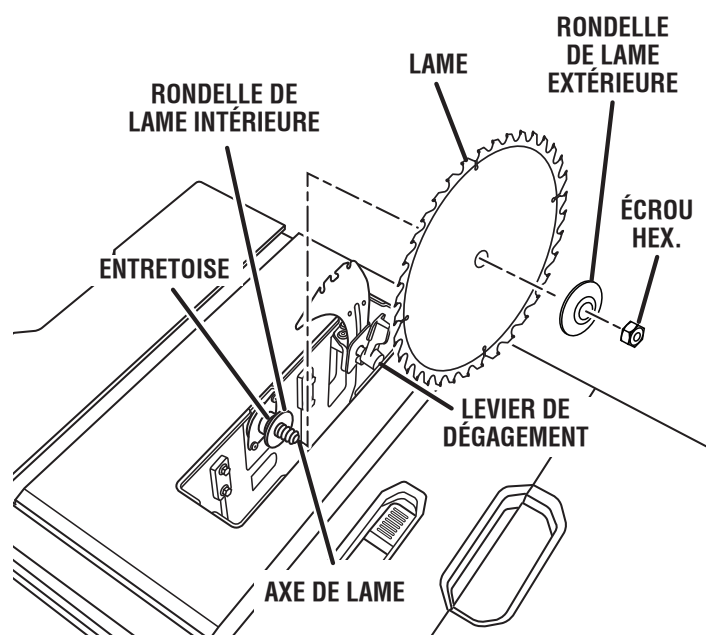

Fig. 48
- Retirer écrou de lame, rondelle de la lame intérieure, lame de scie, rondelle de la lame intérieure et entretoise (voir la figure 48).